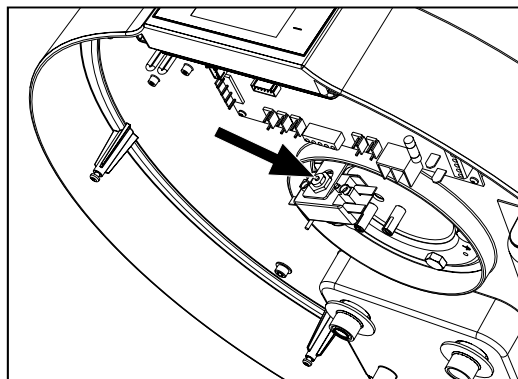

fig. 65 - Rearme del termostato de seguridad
- Rearmar manualmente el termostato de seguridad (fig. 65). En caso de disparo, el perno central del termostato sobresale unos 2 mm.